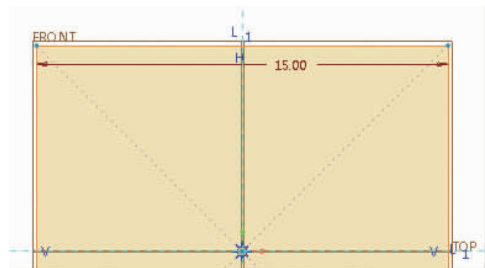

图 3-26 锁定尺寸(二)
- (3) 这时该尺寸被锁定,颜色变为棕色,如图 3-26 所示。